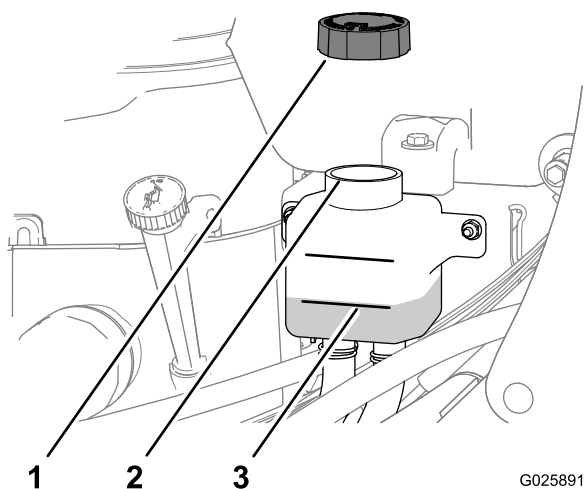

Figura 62
- Retire el tapón del depósito de expansión y compruebe el nivel de aceite hidráulico del depósito (Figura 62).
- Si es necesario, añada el aceite para transmisión especificado hasta que el nivel de aceite llegue a la línea FULL COLD del depósito de expansión (Figura 62).